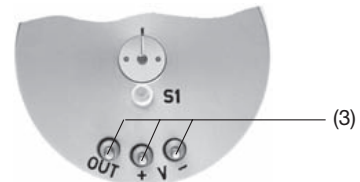

Bild 4
Zum Anschliessen der elektrischen Leitungen hat der Messumformer auf seiner Rückseite 3 Lötstützpunkte (3), siehe Bild 4. Die Schutzart der Lötstützpunkte ist IP 00 nach EN 60 529.